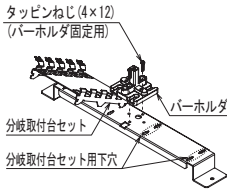

図1
1. バーホルダの取付け (図1)
2. 分岐取付台セットの取付け (図1)